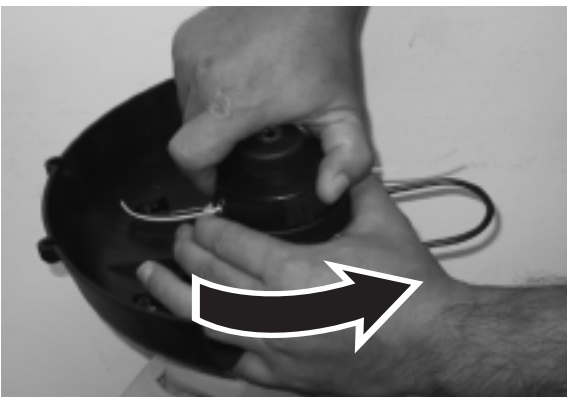
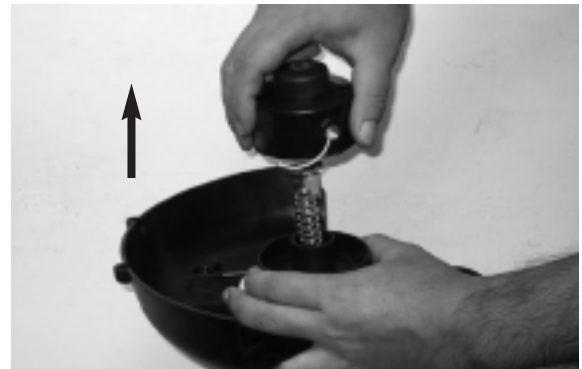

Fig. 17
Fig. 18
- Demontez l'ensemble bobine du coupe-herbe. Pour ce faire, tenez la partie extérieure cannelée de l'ensemble d'une main, puis poussez vers le bas et faites tourner la tête de bobine de l'autre main pour la déverrouiller. (Fig. 17 & Fig. 18) Le support de bobine et la bobine devraient maintenant se démonter facilement.